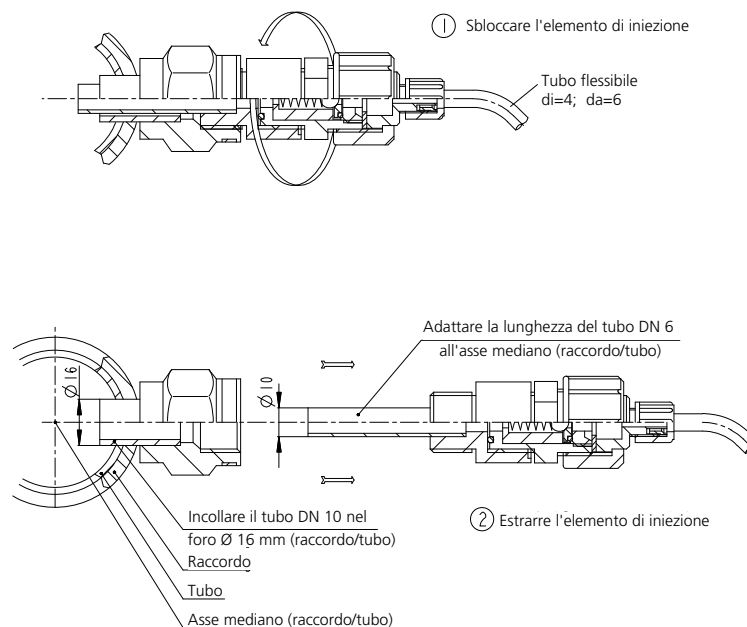

Fig. 8: schema di montaggio del gruppo di dosaggio 2.70
- Il punto di dosaggio 2.70 deve essere applicato come illustrato nello schema di montaggio (fig. 8).